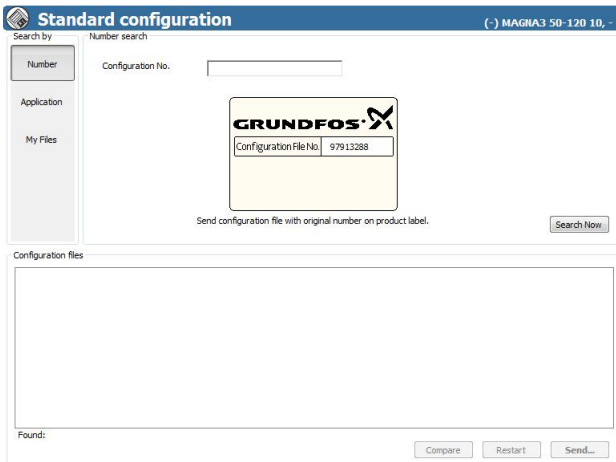

Рис. 25 Поиск номеров
11. Нажмите [Number] (номер), чтобы создать список файлов GSC. См. рис. 25.